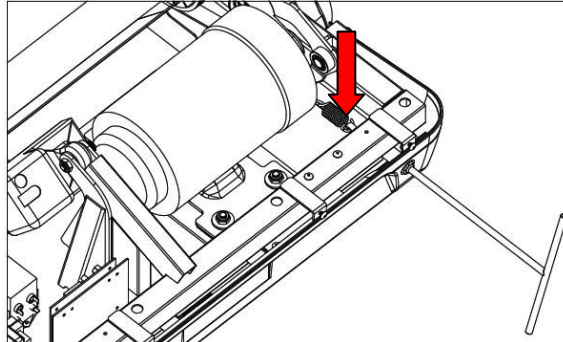

Abb. 4.3.3
- 4) Wie in Abb. 4.3.3 dargestellt, entfernen Sie mit einem T-Haken den Keilriemen vom Motor.